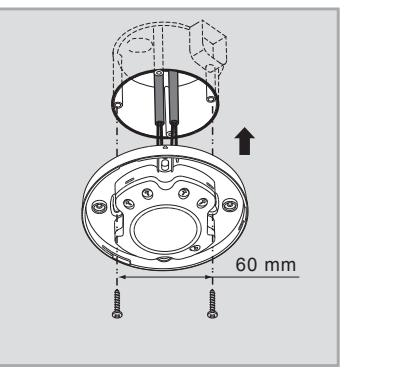
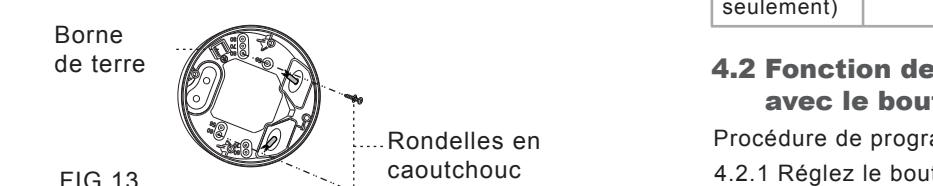

FIG.8
FIG.13
- 3.4.3.3 Choisissez les alvéoles appropriées pour fixer le boîtier de jonction sur la surface du panneau de plafond en utilisant deux vis bloquées au moyen de rondelles en caoutchouc (Voir la FIG. 13).
- 3.4.3.4 Consultez les schémas de câblage pour savoir comment raccorder correctement les câbles (Voir la FIG.5). Un trou carré est aménagé dans la plaque de fixation. Au moment d'installer la plaque de fixation dans le boîtier de jonction, placez la tête cylindrique dans la saillie du boîtier de jonction (Voir la FIG. 8), puis fixez la tête du détecteur sur le boîtier de puissance en vous conformant à la FIG. 13, puis assemblez le tout à l'aide des 4 vis captives fournies.